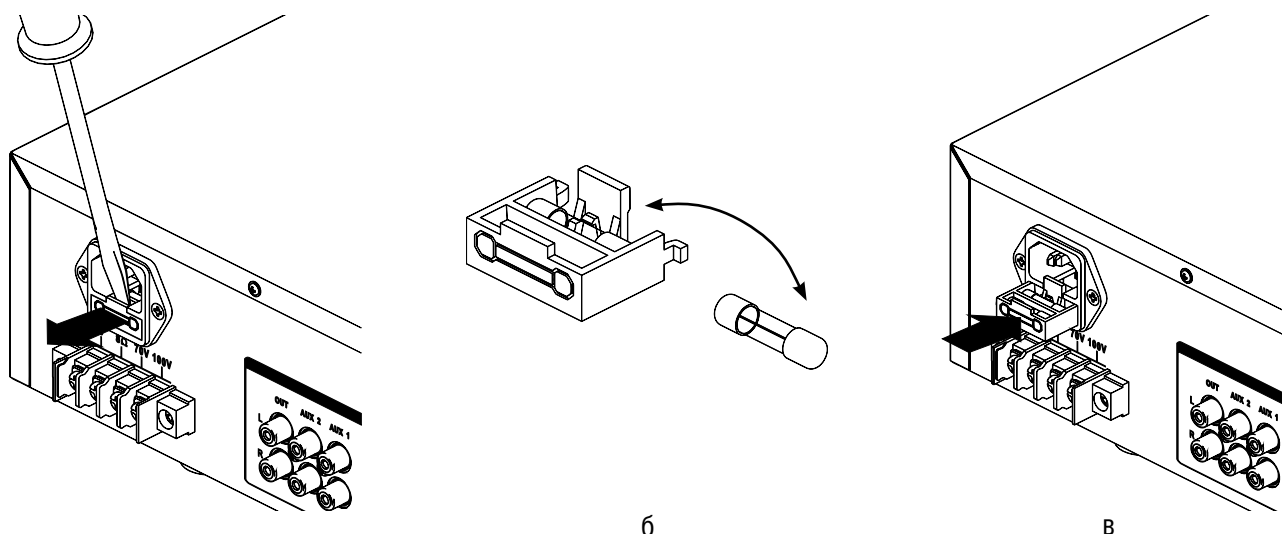

Рисунок 11.1 Порядок замены перегоревшего предохранителя
2. Извлеките крышку предохранителя из транзисторного усилителя аккуратно поддев её шлицевой отвёрткой. (**Рис. 11.1, а**).
3. Замените перегоревший предохранитель исправным, предварительно убедившись, что в крышке не осталось посторонних предметов (**Рис. 11.1, б**).
4. До упора вставьте крышку с исправным предохранителем в транзисторный усилитель (**Рис. 11.1, в**).